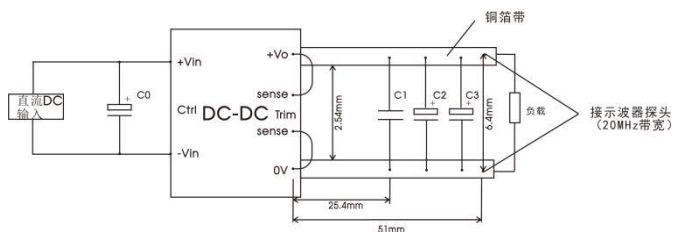

图 1
① 遥控脚（Ctrl)控制引脚的电压是相对于输入引脚-Vin；
② 纹波和噪声的测试方法参见图 1。
所有该系列的 DC/DC 转换器的常规性能在出厂前，都是按照下图 1 推荐的测试电路进行测试。